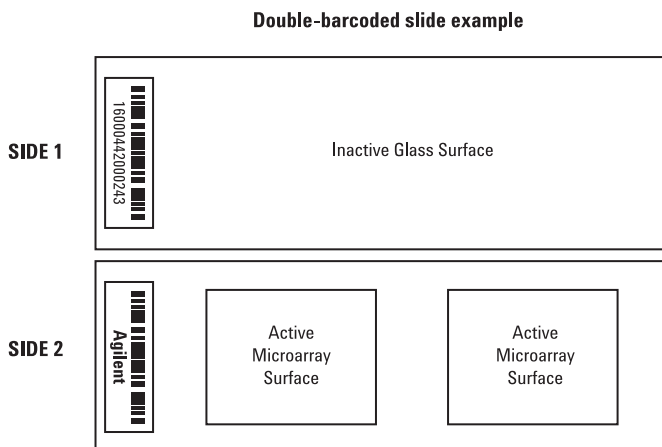

Figura 42 Orientarea lamei de micromatrice
- b Asigurați-vă că suprafața activă a micromatricei este orientată în sus (Consultați Figura 42), către capacul
Lamele de micromatrice Agilent prezintă două coduri de bare, câte unul pe fiecare parte. Consultați Figura 42. Poziționați suprafața activă a lamei de micromatrice către capacul transparent al suportului pentru lame.